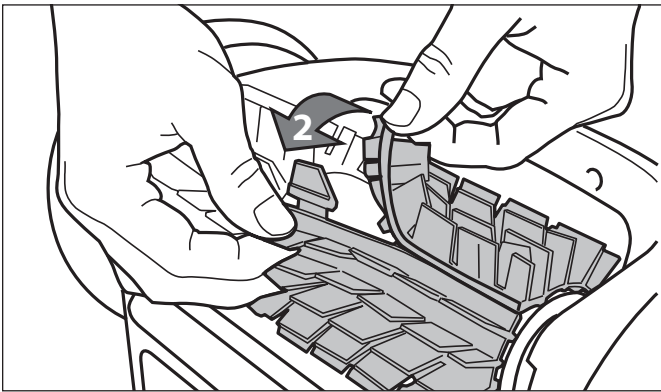

Figure 28. Défaire les pinces de fixation des brosses
2. Séparer les bords de la brosse et défaire les onglets, comme suggère le Figure 28. Retirer les brosses usées.